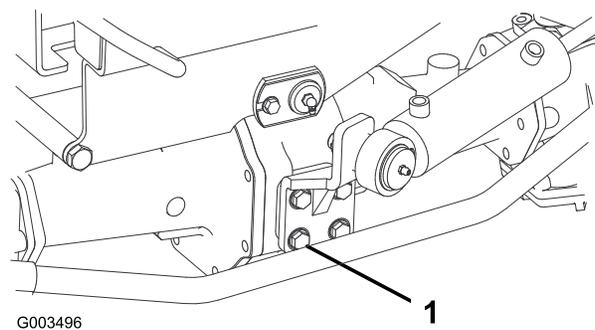

Figura 66
2. Serrate i 4 bulloni del supporto del cilindro di sterzo (Figura 66) a 65-81 N·m.